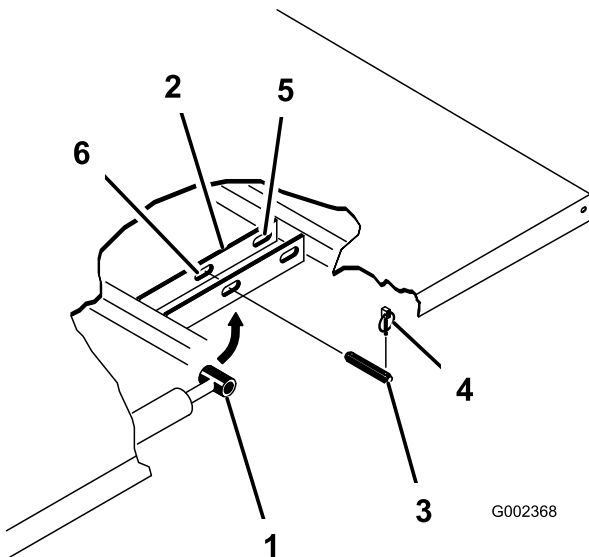

Figure 3
4. Retirez les goupilles à anneau aux extrémités extérieures des axes des tiges de vérins (Figure 3).